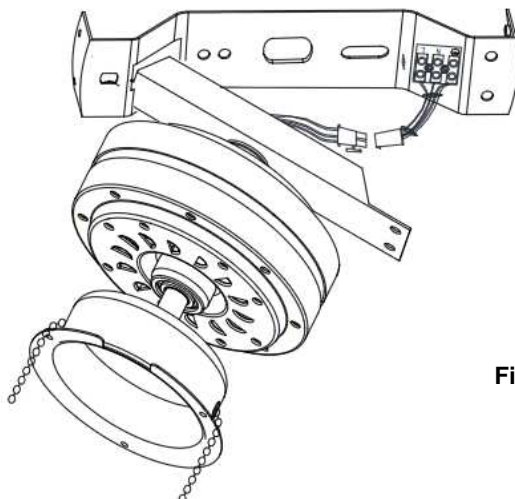

Fig. 5
- Nachdem Sie alle elektrischen Anschlüsse an der Anschlussklemme ausgeführt haben, können Sie nun den Ventilatormotor mit der fest installierten 4-Port-Schnellverbindung mit der Deckenverkabelung verbinden. Abb.5.